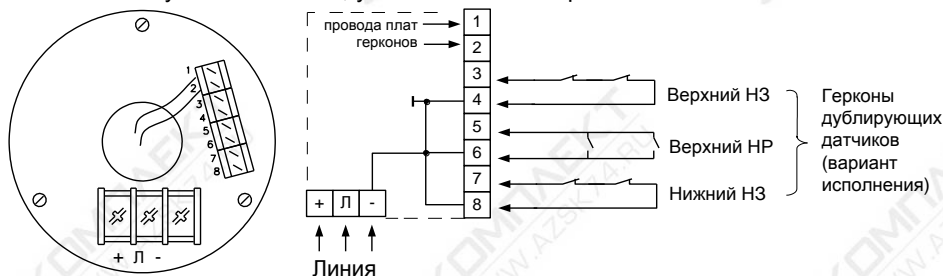
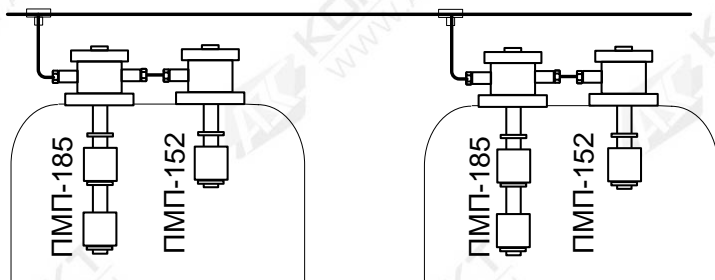

Рисунок 9
Рисунок 13
3.4.2 Для проверки работоспособности преобразователь необходимо подключить к приборам, совместно с которыми он будет эксплуатироваться в соответствии со схемой подключения (рисунок 9).
Для дублирования самого преобразователя ПМП-185 используется датчик ПМП-152 (или ПМП-052) с «сухим» контактом (рисунок 13). Выводы контакта соединяются со специальными клеммами, расположенными на плате преобразователя ПМП-185 (см. рисунок 9).